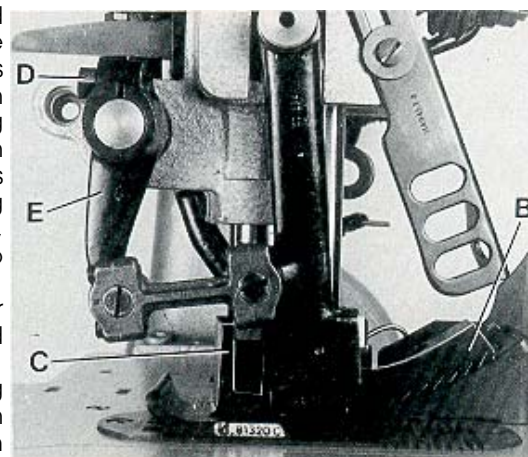

Fig.21
Assemble the upper feed dog (B, Fig. 21) and the presser foot (C). The upper feed dog (B) should not push against the front or rear end when moving in the slots of presser foot (C).
For setting the upper feed dog with respect to the slot ends in the presser foot and the tooth spaces of the lower feed dog, loosen screw (D, Fig. 21) and turn drive lever (E) accordingly to the front or rear. Retighten screw.
Montieren Sie den Obertransporteur (B, Fig. 21) und den Drückerfuß (C). Der Obertransporteur (B) darf bei seiner Bewegung in den Schlitz im Drückerfuß (C) weder vorne noch hinten anstoßen.
Zum Einstellen des Obertransporteurs in Bezug zu den Schlitzenden im Drückerfuß und zu den Zahnflächen des unteren Transporteurs lösen Sie die Schraube (D, Fig. 21) und schwenken Sie den Antriebshebel (E) entsprechend nach vorn oder hinten. Ziehen Sie die Schraube wieder an.
The motion should be set so that the rear four teeth of the upper feed dog (B, Fig. 21) remain approx. 1/3 of their height in the presser foot slots when lifting.
Die Bewegung muß so eingestellt sein, daß die hinteren vier Zähne des Obertransporteurs (B, Fig. 21) beim Abheben noch mit etwa 1/3 ihrer Höhe in den Druckerfußschlitzen sind.